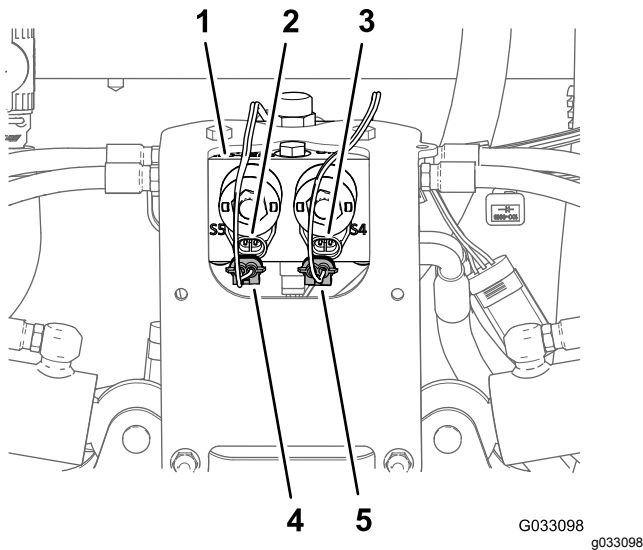

図 31
1. 昇降シリンダマニホルドの右側シリンダ動作ソレノイドの2ピンコネクタから、ソニックブームのワイヤハーネスの2ピンコネクタを外す 図 31。
2. 昇降シリンダマニホルドの左側シリンダ動作ソレノイドの2ピンコネクタから、ソニックブームのワイヤハーネスの2ピンコネクタを外す 図 31。